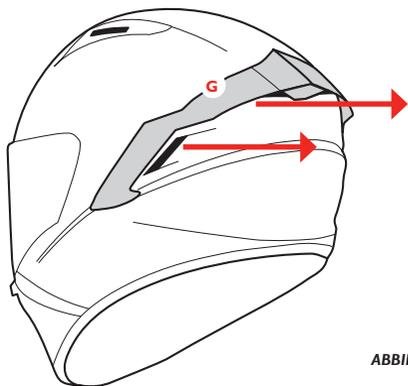

ABBILDUNG 6
**BELÜFTUNGSÖFFNUNG HINTEN — G —** Abbildung 6